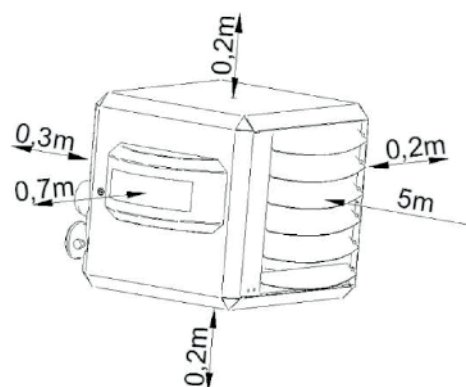

Figure 3 - Dégagements minimaux autour de l'aérotherme
- Respecter un espace libre suffisant entre l'aérotherme et toute obstruction. Cette contrainte s'applique pour des raisons de sécurité et pour faciliter l'accès lors des opérations de maintenance et des réparations (figure 3).